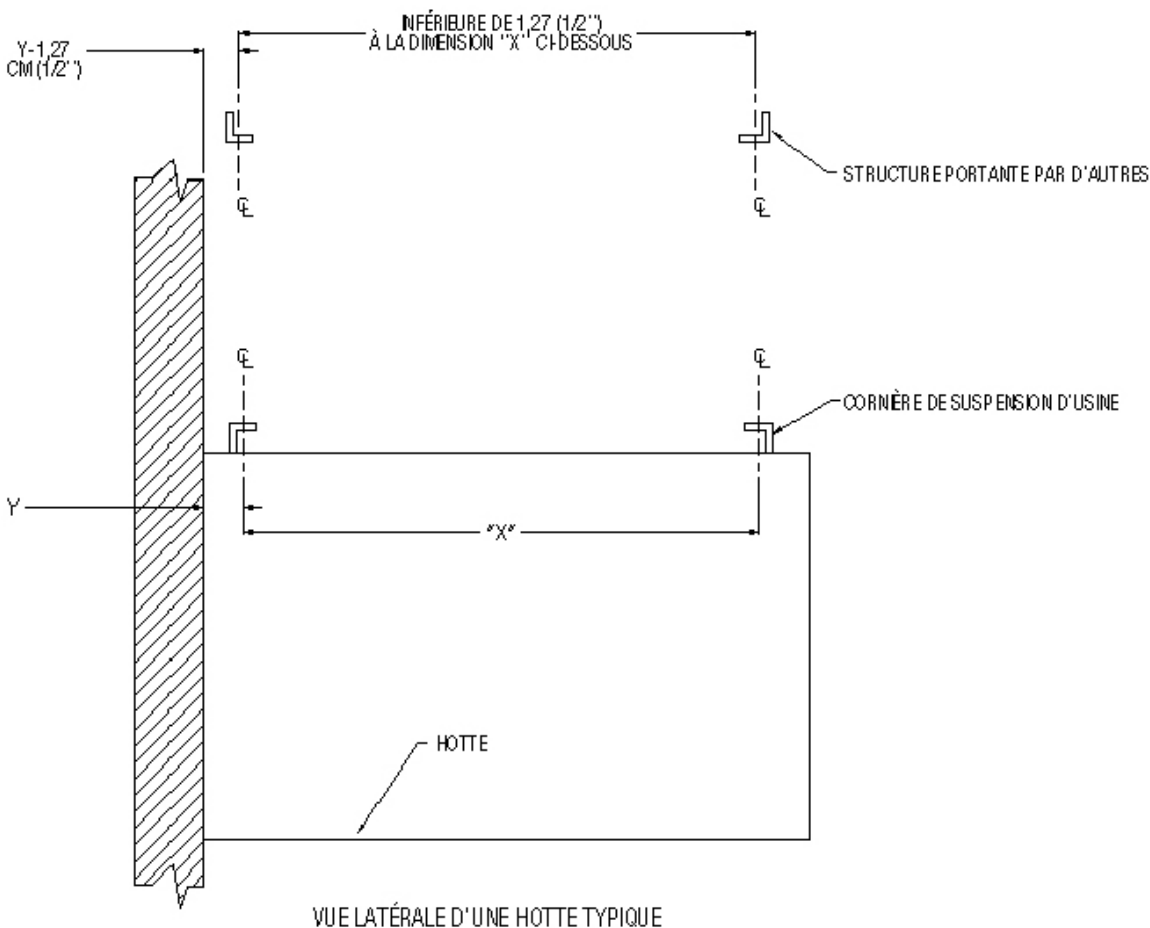

Figure 3
9. L'espacement sur le trou pour le support modifié devra être aligné avec le support de montage au-dessus de la hotte. Le support supérieur devra être de 1,27 cm (1/2") plus proche de la paroi arrière que le support de montage sur la hotte pour tirer la hotte contre le mur. **Voir la figure 3.**
3. Assemblez le dessus des hottes avec des boulons en faisant glisser une tige filetée à travers les fentes du support de connexion et en le fixant en position en utilisant des écrous et des rondelles robustes. **Voir la figure 3.**